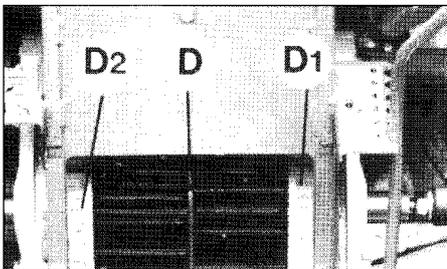

Fig. 15
- (5). Drosselklappe (siehe Gebläse)
Zu 1.) Dosierradstellung (je ein Grob- (D) und zwei Feindosierräder (D1 + D2), drei Schaltstellungen, Fig. 15 + 17):